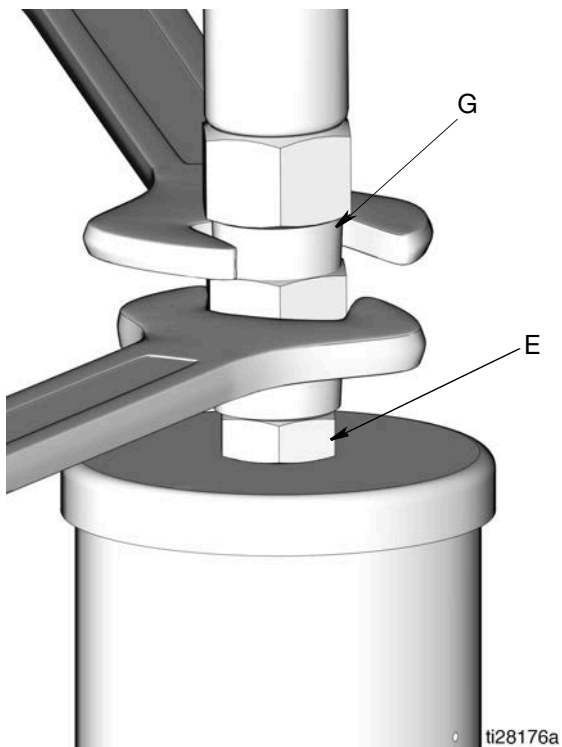

FIG. 6
2. **Scaricare la pressione** nel sistema utilizzando due chiavi operanti in direzioni opposte sulla mandata della pompa (E) e sul raccordo della linea di lubrificazione (G) per **allentare lentamente** il raccordo finché quest'ultimo non è allentato e da esso non fuoriescono più né lubrificante né aria (FIG. 6).